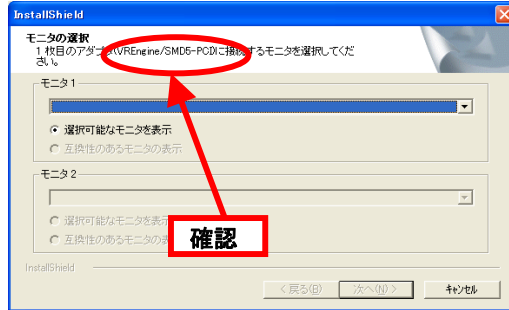
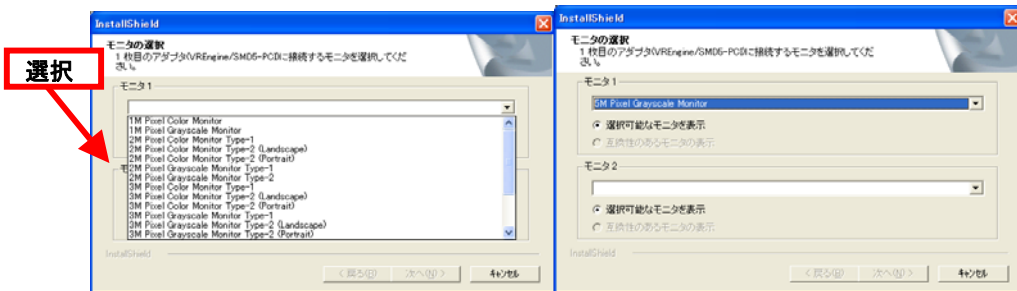

図 4.1-7 モニタの選択-1
図 4.1-8 モニタの選択-2
(11) 図 4.1-7,図 4.1-8のダイアログが表示されますので、ボードの種類をご確認の上、接続するモニタのタイプを選択します。